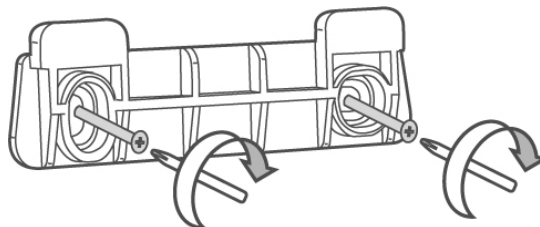

рис. 1: закрепить кронштейн
2. Закрепить кронштейн на стене (см рис.1).